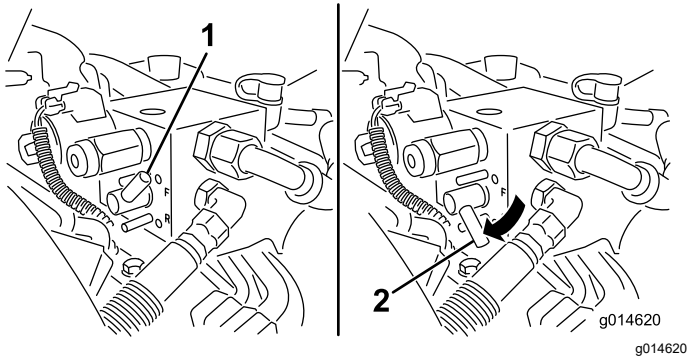

Figura 59
- Gire la palanca de autoafilado a la posición de MARCHA ATRÁS (R) (Figura 59).